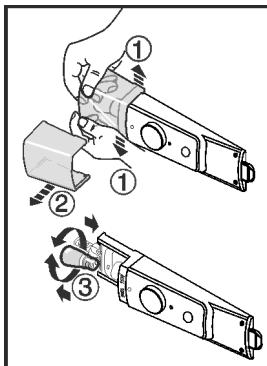

Fig. 14
- Натиснете навън капака на лампата в предната част отвътре съгласно фигуранта Fig. 14 (1) и го изтеглете настрани Fig. 14 (2).
- Сменете лампата. Fig. 14 (3)